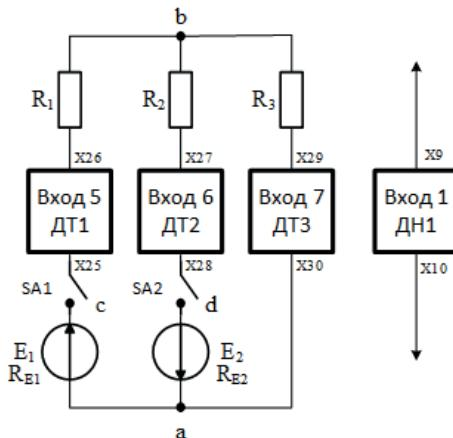

Рис.2
Применение данного метода состоит из двух этапов. На первом этапе определяется величина узлового напряжения U_{ba} (рис. 2.):
3.1 Собрать электрическую цепь по схеме на рис. 2. Для измерения токов использовать входы 5, 6, 7 модуля ввода-вывода (гнезда X25 и X26, X27 и X28 соответственно). Для измерения напряжения использовать вход 1 модуля ввода-вывода на пределе 30 В (гнезда X9 и X10). В качестве источников электропитания E_1 и E_2 использовать источники постоянного напряжения +15В и -15В соответственно. Предъявить цепь для проверки преподавателю.